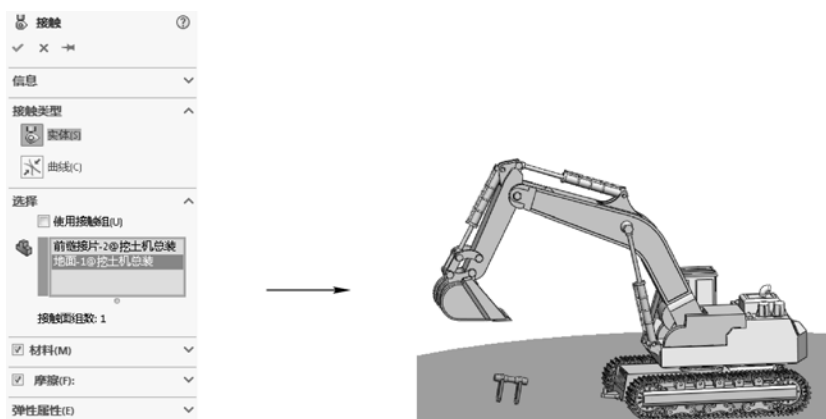

图 6-14 设置被挖掘件与模拟地间的“接触”模拟元素
STEP 3 单击操控面板工具栏中的“接触”按钮，打开“接触”属性管理器，然后选中模拟地和地面上的一个小部件（此部件用于被挖土机挖取），为模拟地和小部件添加接触关系，如图 6-14 所示。